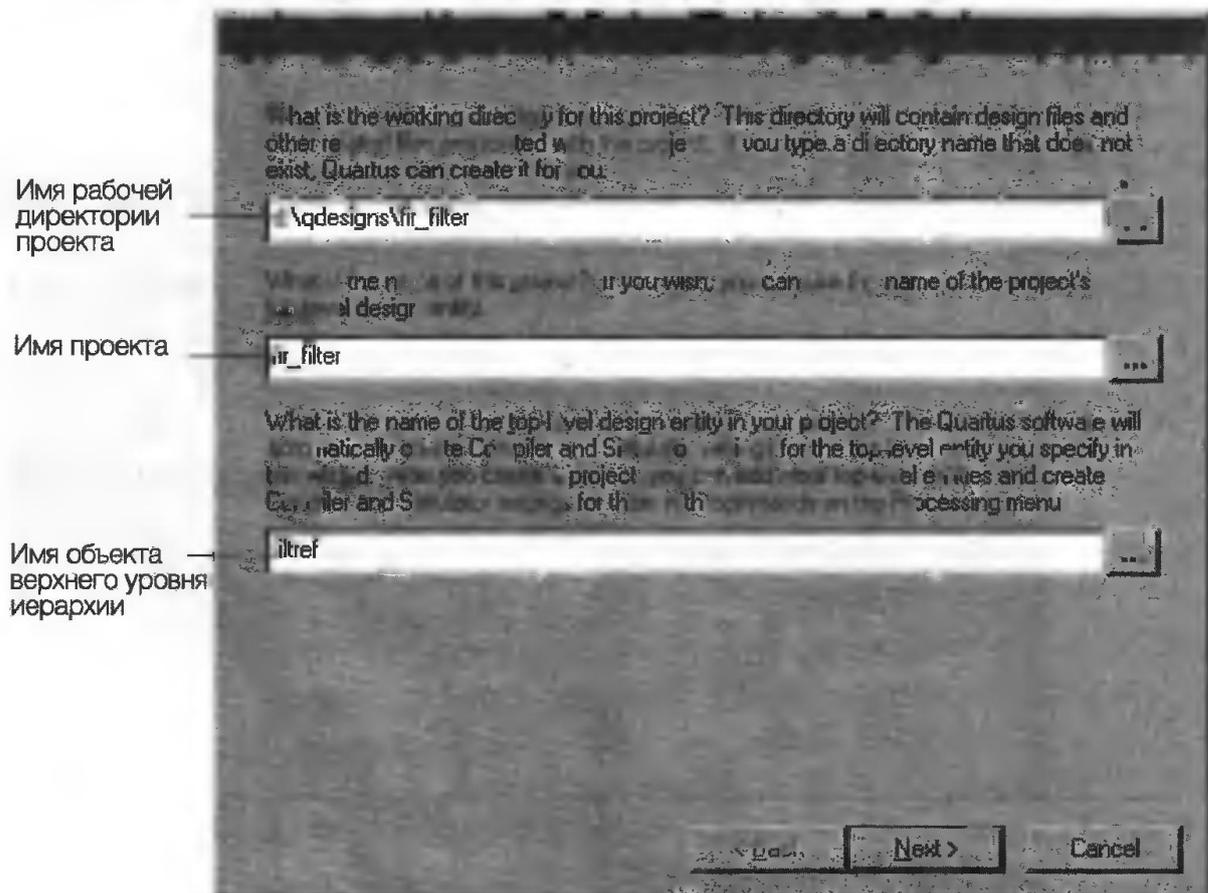

Рис. 3.5
1. В меню **File** (операции с файлами) выберите **New Project Wizard** (мастер создания проекта). Откроется окно **New Project** (новый проект). При первом запуске окна **New Project**, отображается окно заставки. Для перехода к окну первого этапа создания проекта нажмите кнопку **Next** (следующий). В окне первого этапа создания проекта указывается имя рабочего каталога проекта, текущее имя проекта и имя файла верхнего уровня иерархии (рис. 3.5).